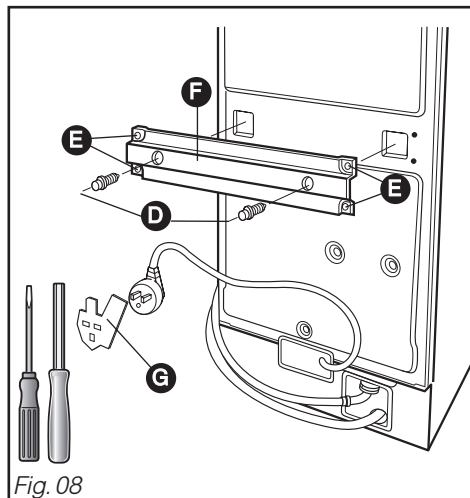

Fig. 08
– Dévissez les 2 vis **D** et les quatre vis **E** à l'aide d'une clé à tube de 10 ou d'un tournevis plat (Fig. 08).